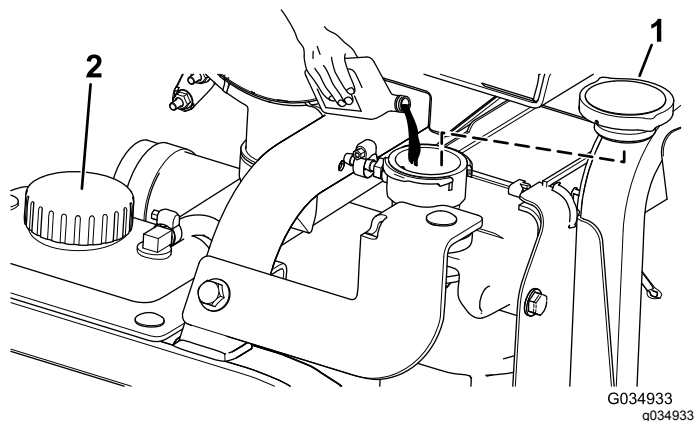

図 112
5. ラジエーターの補給口のリップ部まで冷却液を入れる 図 112。